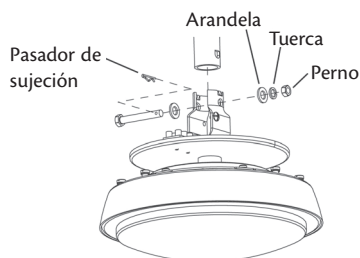

Figura 3b
6. Introduzca el perno a través de los agujeros alineados y fije las arandelas y la tuerca en el orden mostrado en la Figura 3b.